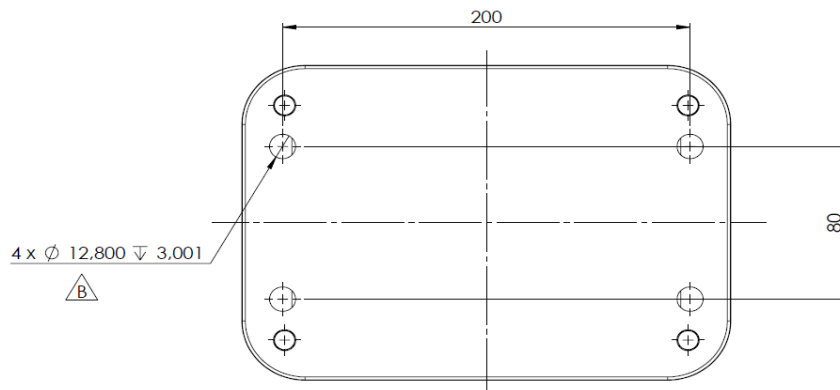

Abbildung 14. Abmessungen der Montagehalterung.
10. Da jeder Rollstuhl einzigartig ist, gibt es keine allgemeine Montagehalterung. Die Abmessungen in Abbildung 14 müssen für die Montage der Elektronik-Stuereinheit beachtet werden. Verwenden Sie vier M6-Schrauben durch die Blindmuttern, um die Elektronik-Stuereinheit zu befestigen.
Einer der Fußpads, das wahlweise links oder rechts sein kann, dient zur Betätigung des Schalters. Dies, um die Fahrtrichtung zu ändern, vorwärts oder rückwärts. Durch längeres Drücken und Halten des Schalters gelangt man in das Steuerungsmenü. (Abbildung 14).